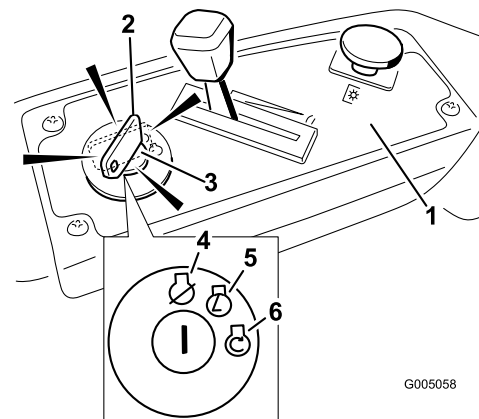

Figure 10
3. Placez la manette d'accélérateur en position Starter pour démarrer à froid (Figure 10).
4. Tournez la clé de contact en position de Démarrage pour activer le démarreur. Relâchez la clé quand le moteur démarre (Figure 10).
5. Lorsque le moteur a démarré, amenez progressivement la manette d'accélérateur en position de Haut régime (Figure 10). Si le moteur cale ou hésite, ramenez la manette d'accélérateur
2. Placez la manette d'accélérateur entre la position haut régime et la position à mi course (Figure 10).